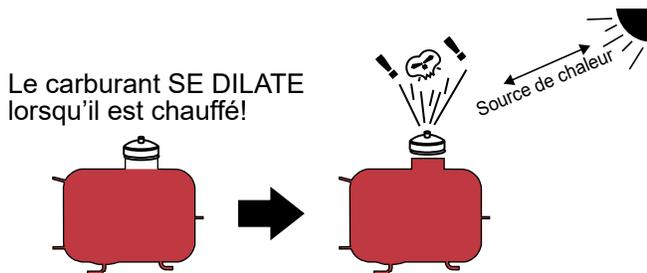

Figure 20. Expansion du carburant
**NE PAS TROP REMPLIR** le système d'alimentation en carburant. Laisser de la place pour l'expansion du carburant. Le carburant se dilate lorsqu'il est chauffé (Figure 20).